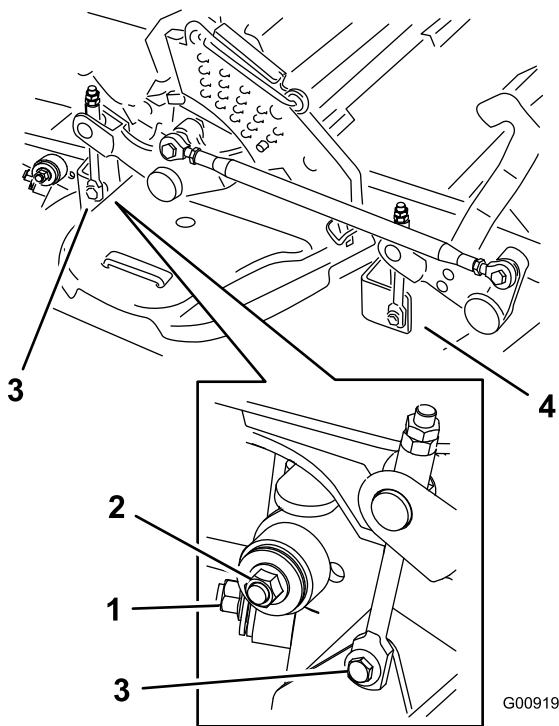

Figure 95
8. Enlevez et mettez de côté les fixations des deux côtés du plateau, comme montré à la Figure 95.